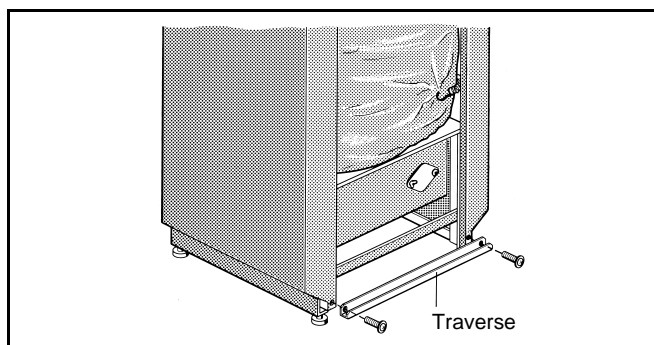

Fig. 13
- Avvitare le traversa sotto a sinistra e destra, con viti autofilettanti, alla piegatura delle pareti laterali (Fig. 13)